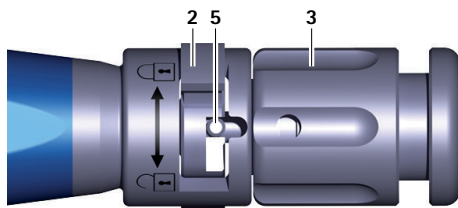
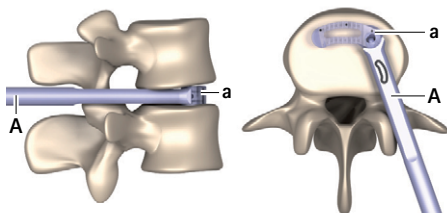

Рис. 3 Детальное изображение установочного инструмента, переключатель в закрытом положении
Рис. 11 Рабочий имплантат в конечном положении
- Повернуть переключатель 2 вправо (направление ) (направление ) (направление ), см. Рис. 3.
- ▶ Повернуть поворотную гайку **3** против часовой стрелки (направление "forward" ("вперед")), пока пин **5** не будет полностью находиться в переключателе **2**, см. Рис. 3. При этом следить за тем, чтобы пин **5** не защемлял переключатель **2**
- ▶ Повернуть переключатель **2** вправо (направление **б**), см. Рис. 3.
- ▶ Когда конечное положение (см. Рис. 11) достигнуто: Повернуть поворотную гайку 3 против часовой стрелки (направление "forward" ("вперед")), пока пин 5 не будет полностью находиться в переключателе 2, см. Рис. 3. При этом следить за тем, чтобы пин 5 не защемлял переключатель 2
- ▶ Повернуть переключатель 2 вправо (направление ) см. Рис. 3.